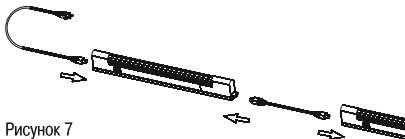

Рисунок 7
4.4 Конструкцией светильника предусмотрено шлейфовое соединение до десяти светильников в ряд (рисунок 7).
4.5 Подключение светильника (рисунок 7):